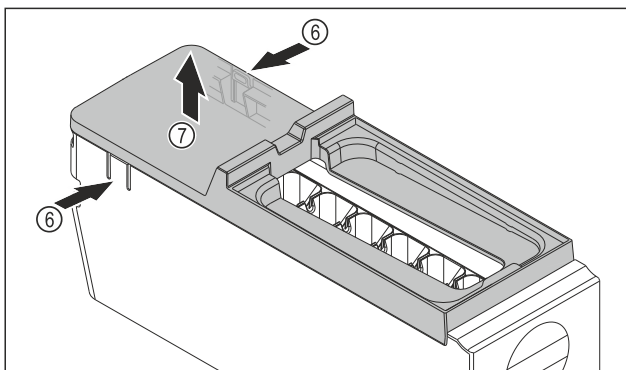

Fig. 137
- ▶ Izvadite poklopac tijela sustava EasyTwist-Ice: Pritisnite jezičke Fig. 137 (6) na obje strane tijela sustava EasyTwist-Ice jednom rukom.
- ▶ Poklopac Fig. 137 (7) drugom rukom izvucite prema gore.